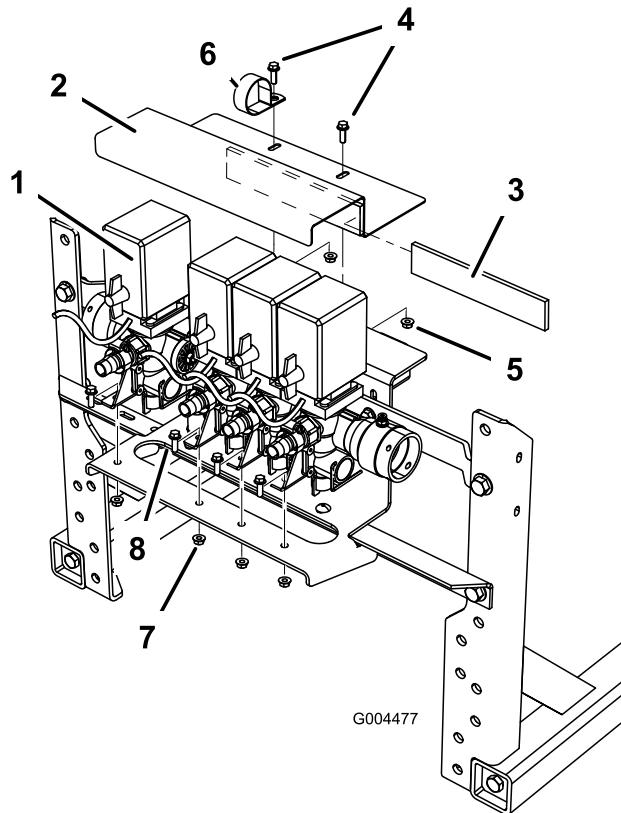

Bild 11
- Befestigen Sie das Ventil mit den vorher entfernten Befestigungen an der Ventilstützhalterung (Bild 11).
- Befestigen Sie den Schaumstreifen an der oberen Ventilhalterung (Bild 11).